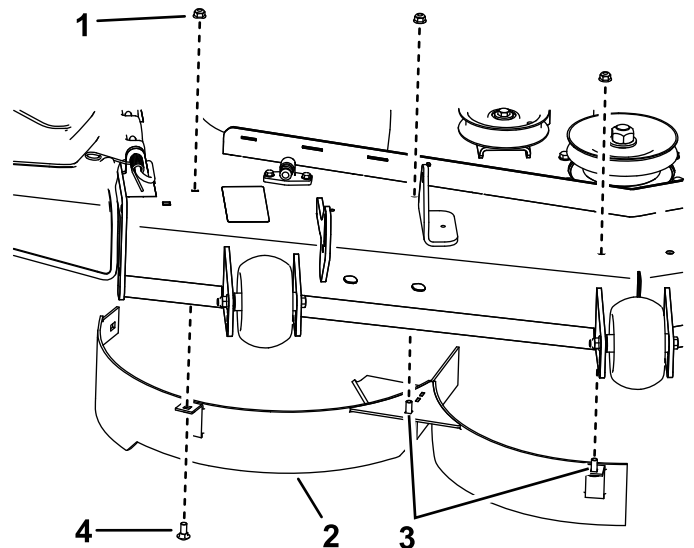

Figura 6
- Instale el deflector derecho con 1 perno de cuello cuadrado (5/16" x 3/4") y 3 tuercas (5/16"), como se muestra en la Figura 6. Apriete las fijaciones a mano.